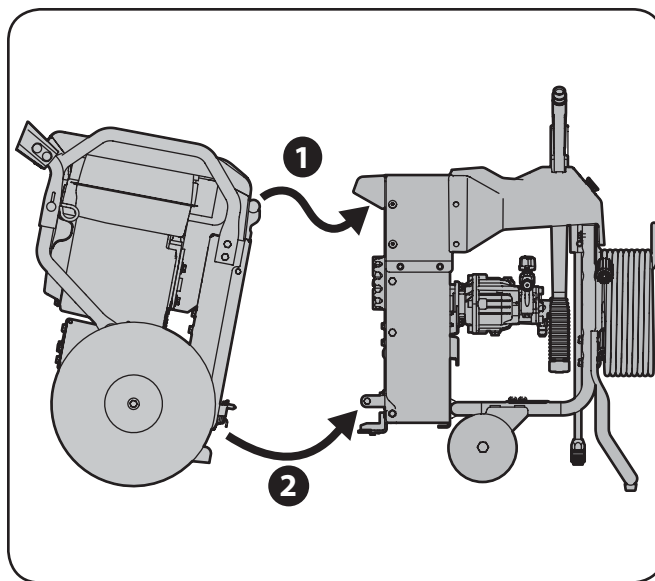

Figura 5-2
2. Incline la base de potencia FLEX™ hacia adelante hasta que su bisagra quede en su lugar debajo de la manija de montaje(1), oprima hacia abajo firmemente ambas manijas hasta que escuche que el sistema Latch-n-Lock™ haga clic, lo que indica que ha quedado en su lugar (2) en el accesorio de lavadora a presión. Consulte la Figura 5-2.